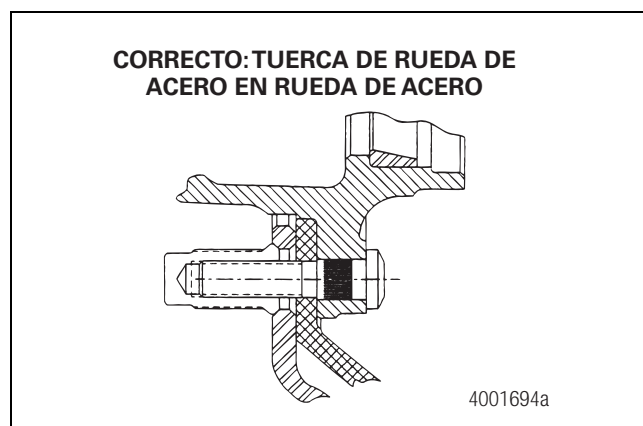
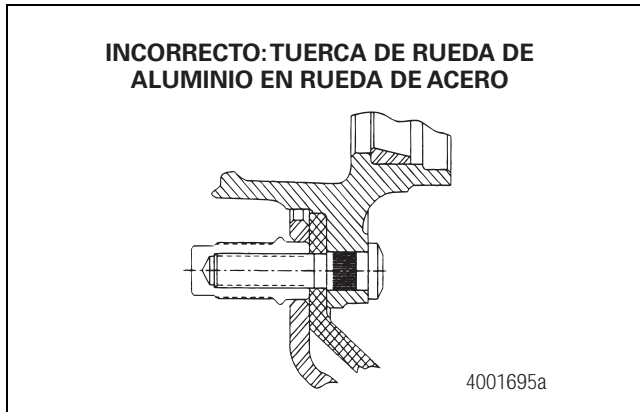

Figura 6.21
Figura 6.22
- Instale siempre tuercas de rueda de acero en ruedas de acero. No instale tuercas de rueda de aluminio. La extensión de las tuercas de rueda de aluminio puede golpear contra la brida de la maza o contra el tambor del freno antes de que el disco quede sujetado correctamente. Figura 6.21 y Figura 6.22.